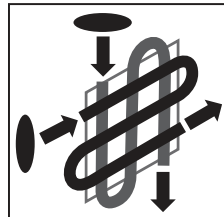

Рис. 5
2. Ведение изделия вдоль окрашиваемой поверхности осуществляйте непрерывной зигзагообразной линией в направлении, соответствующем установленному факеле: горизонтально - при вертикальном факеле; вертикально - при горизонтальном (Рис. 5);